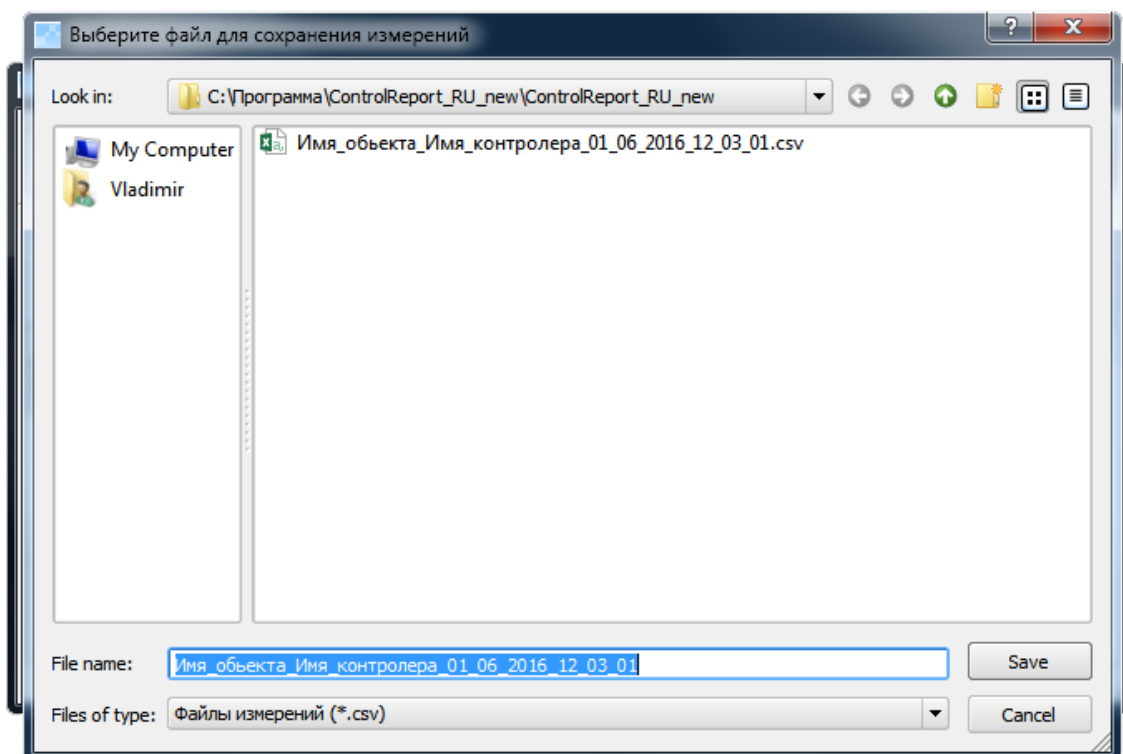

Рисунок 2.17 – Сохранение данных
8. К данным можно добавить дополнительную информацию (объект, контролер) и сохранить в удобном формате таблицы Excel (рис. 2.17);